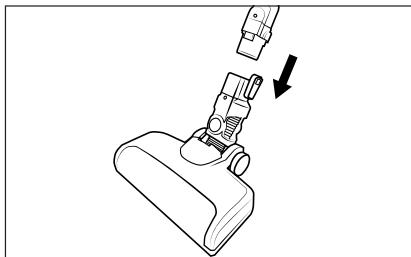

Fig. 2
- Infilare il tubo di aspirazione 23 nella spazzola per pavimenti 21 fino a quando non si innesta in posizione con un clic (vedere fig. 2).